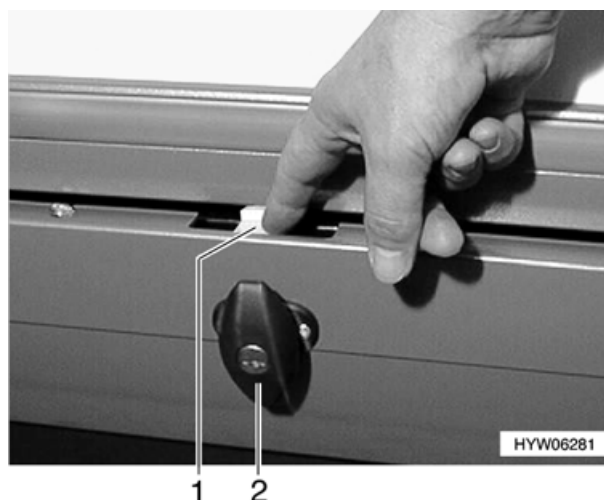

Fig. 31 Sicurezza della serratura gavone estraibile sottopavimento
- Aprire la serratura dello sportello (Fig. 31,2) come sopra descritto.
- Premere la sicurezza (Fig. 31,1) verso il basso, tenerla premuta ed estrarre il gavone sottopavimento.